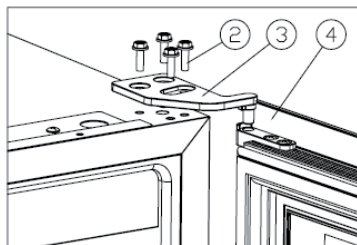

Ilustración 1
2. Suelte los 16 tornillos M5 **(2)**, retire la bisagra superior derecha de la puerta y desmonte la puerta (véase ilustración 1).